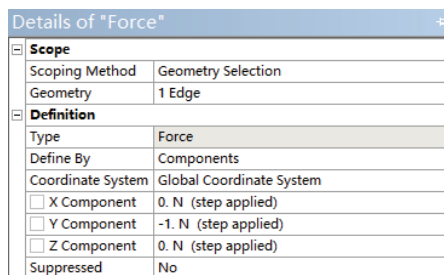

图 14-13 施加作用力
7) 选中 Force, 选择需要施加力的内圆边缘, 单击 Details of “Force” 细节窗口中 Geometry 选项下的 Apply 按钮, 同时设置如图 14-13 所示。